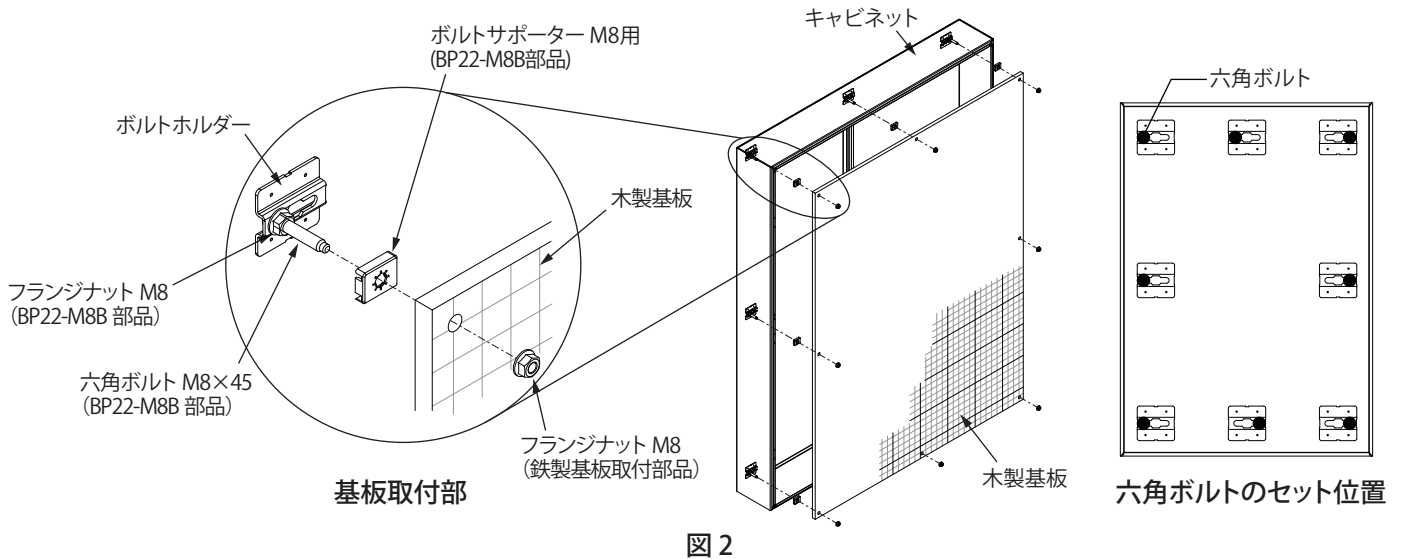

図 2
- (1) キャビネットに取付けの鉄製基板および固定に使用している取付部品をすべて取外してください。フランジナット M8 8個は捨てないでください。
- (2) キャビネットのボルトホルダーに六角ボルト M8×45 (BP22-M8B 部品) をセットし、フランジナット M8 (BP22-M8B 部品) で取付けてください。(図 2)
- (3) ボルトサポーター M8 用 (BP22-M8B 部品)、木製基板の順にセットし、フランジナット M8 (鉄製基板取付部品) で取付けてください。(図 2)